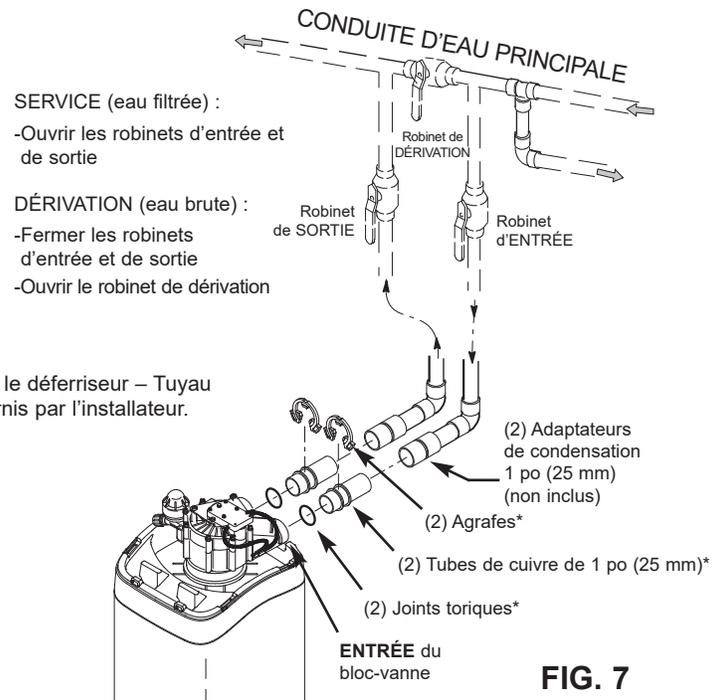
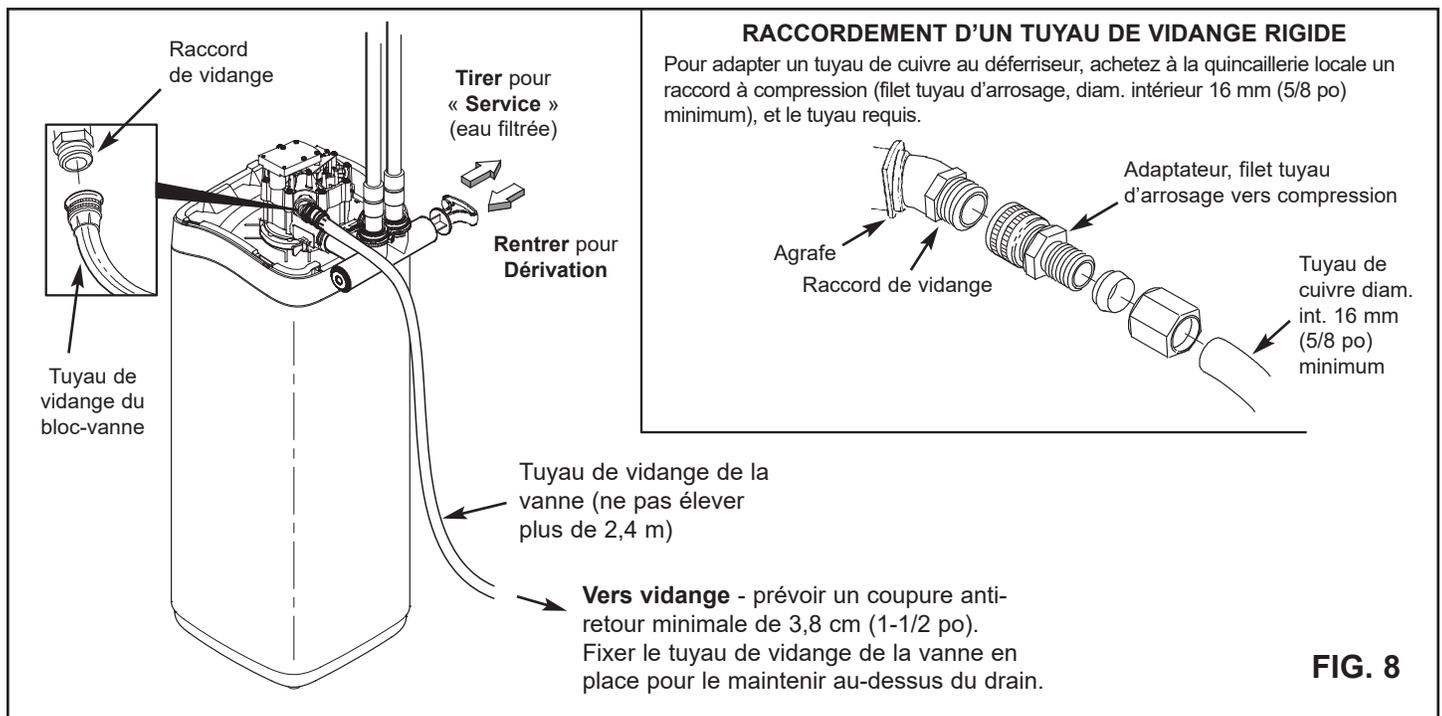

FIG. 7
FIG. 8
- Dérivation à trois robinets : Placez les joints toriques lubrifiés, puis insérez les tubes cuivre/adaptateurs plastique dans les orifices d'entrée et de sortie correspondants du bloc-vanne (cf. Figures 7 et 9).
Une conduite d'eau froide en métal sert souvent à la mise à la terre du système électrique de l'habitation. L'installation de la dérivation à trois robinets, illustrée à la Figure 7, maintiendra la continuité de mise à la terre. Mais la continuité sera rompue si vous installez une dérivation en plastique. Pour rétablir la continuité, procédez comme suit :
- a. Prenez une longueur de tuyau d'arrosage, diamètre intérieur de 5/8 po (16 mm), puis fixez-le au raccord de vidange du bloc-vanne (cf. Figure 8 à la page 6).
- b. Faites déboucher le tuyau sur un point de vidange approprié (avaloir de sol, puisard, cuve à lessive, etc.). Consultez et observez les codes locaux. Reportez-vous à la Figure 8 si les codes prescrivent une longueur de tuyau rigide.
- b. Mettez le ou les dispositifs de dérivation à la position de dérivation. Vanne simple de dérivation : Rentrez la tige de la vanne (DÉRIVATION), cf. Fig. 8, page 6). Système à 3 robinets : Fermez les robinets d'entrée et de sortie, puis ouvrez le robinet de dérivation (cf. Fig. 7, page 6).